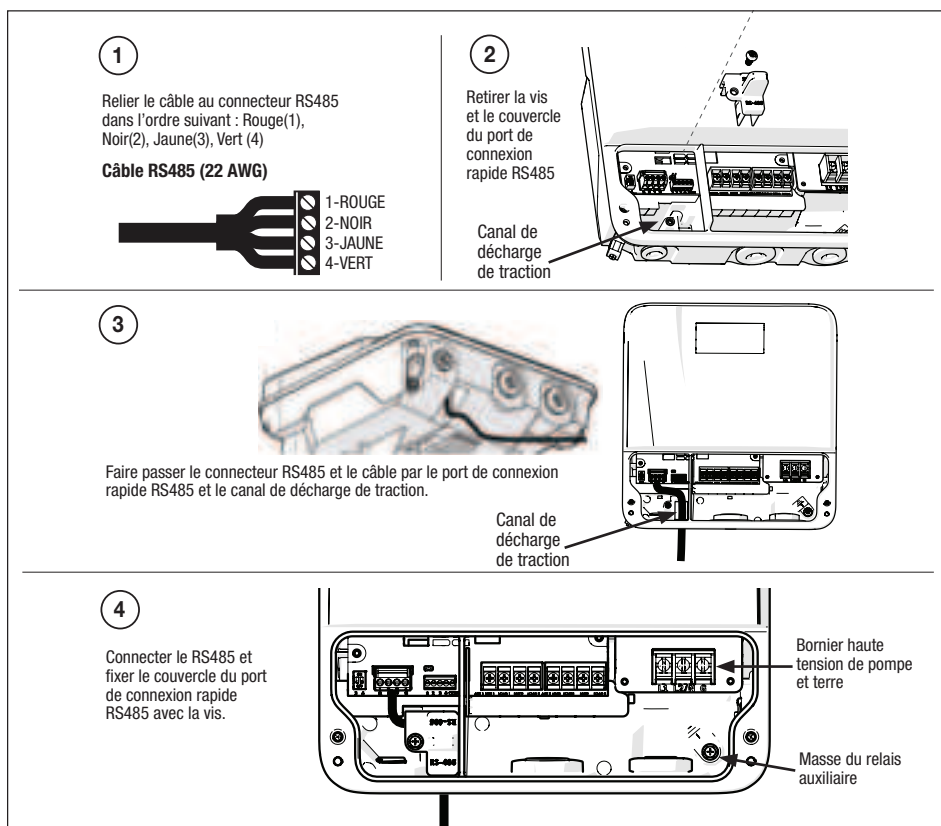
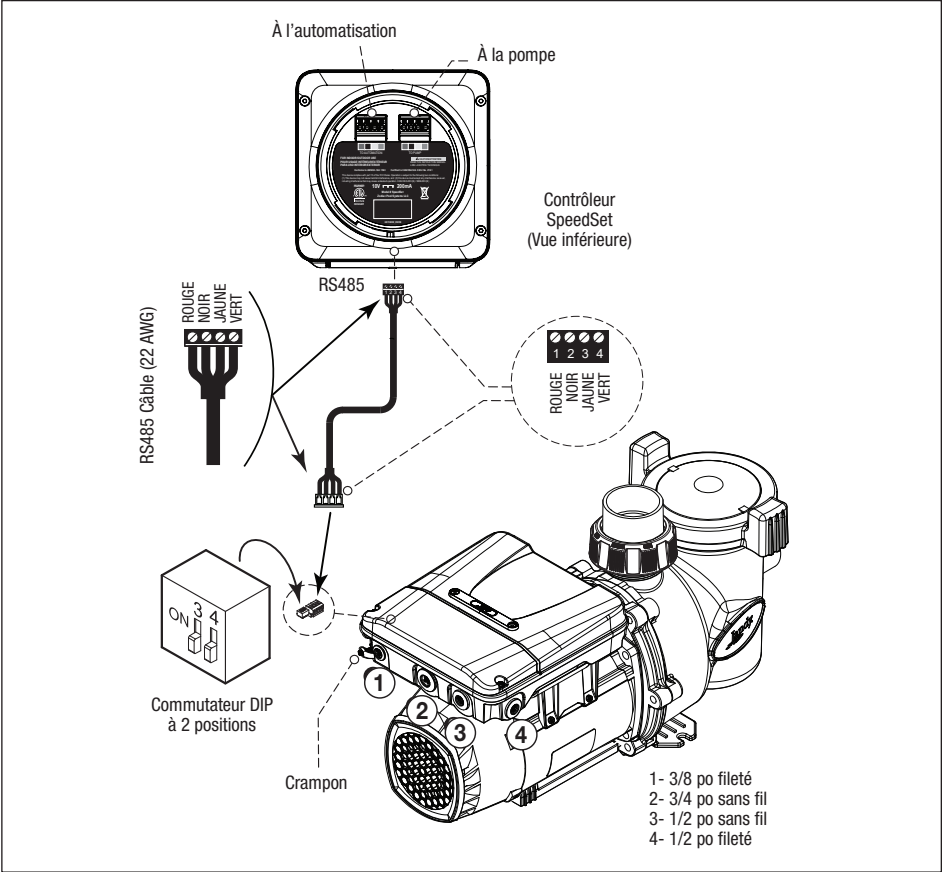

Figure 8. Port de connexion rapide RS-485 avec câblage
Figure 9. Câblage vers un contrôleur
En plus d'être correctement mis à la terre tel que décrit dans la Section 3.3.3, *Câblage électrique*, et conformément aux exigences du National Electrical Code (NEC), ou au Canada le Code Canadien de l'électricité (CCE), le moteur de la pompe doit être relié aux pièces métalliques de la piscine, du spa ou de la cuve thermique et à tous les composants et équipement électrique avec le système de circulation d'eau de la piscine ou du spa. Cette liaison doit être réalisée en utilisant un conducteur en cuivre plein, AWG n° 8 ou plus gros. Au Canada, il faut utiliser du AWG n° 6 ou plus gros. Relier le moteur en utilisant la languette de liaison externe fournie sur le cadre du moteur. Se reporter à la Figure 9.
- Port de connexion rapide RS-485 (se reporter à la Figure 8)
Le compartiment haute tension comporte 3 ouvertures de port de conduit (voir *Figure 9*):
1. Mettez la pompe à la terre à l'aide de la vis de terre verte fournie sur le bornier haute tension. Ne PAS mettre à la terre ni connecter en série le fil de terre à la vis de terre verte secondaire ou connecter en série le châssis du compartiment de câblage (voir les figures 8 et 12). Ne mettez pas non plus à la terre une conduite d'alimentation en gaz.
**REMARQUE :** L'alimentation électrique seule ne suffit pas pour faire fonctionner la pompe. Elle nécessite une commande numérique qui lui est envoyée par un contrôleur de vitesse variable (SpeedSet, JEP-R ou iQPUMP01), un système d'automatisation ou l'utilisation des contacts secs (se reporter aux *Figure 8* et *Figure 9* pour les illustrations de schéma RS485 d'un contrôleur local ou d'un système d'automatisation. Se reporter à la *Figure 12* et *Figure 13* pour les illustrations de câblage à contacts secs).
Se reporter à les Figures 8, 12 et 13 pour des détails sur le logement et l'emplacement des illustrations de relais auxiliaires et de câblage.